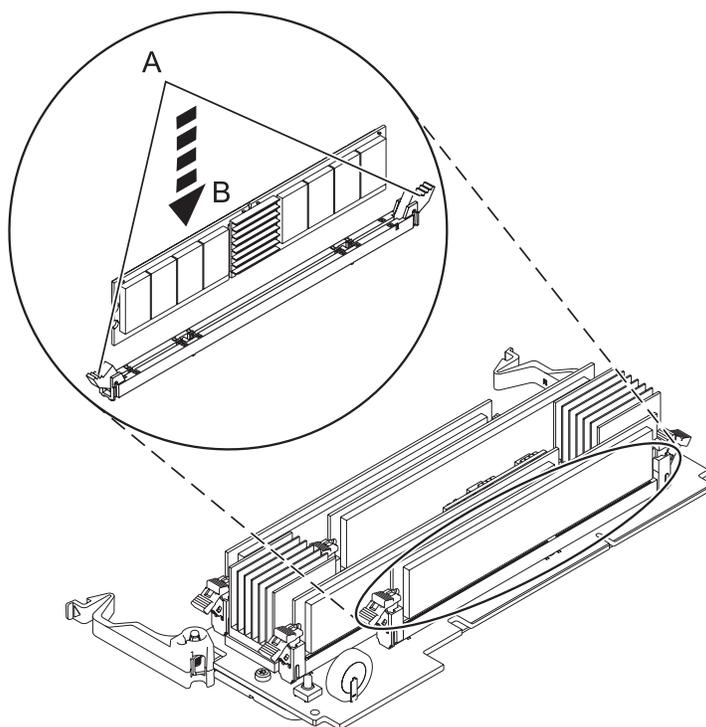

Figura 5. Instalación de un módulo de memoria
13. Antes de instalar un nuevo módulo de memoria, compruebe que las pestañas de bloqueo del conector (A) estén hacia adentro en la posición de desbloqueo, como se indica en Figura 5.
14. Sostenga con cuidado el módulo de memoria (B) por los dos bordes y alinéelo con el conector.